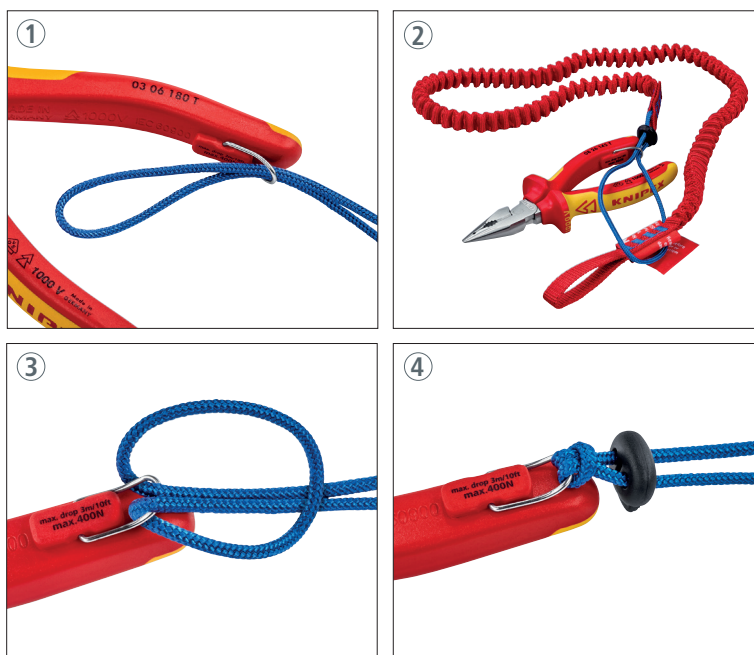

fig. 6: Tilslutning ved hjælp af løkken
- KNIPEX-værktøjer med et fastgørelsespunkt skal fastgøres ved hjælp af en løkke (fig. 6).
Fastgør den anden ende af sikkerhedslinen til et passende og pålideligt forankringspunkt ved hjælp af en løkke eller karabinhage (se kapitel 4.1.1, fig. 6 og 4.1.2).